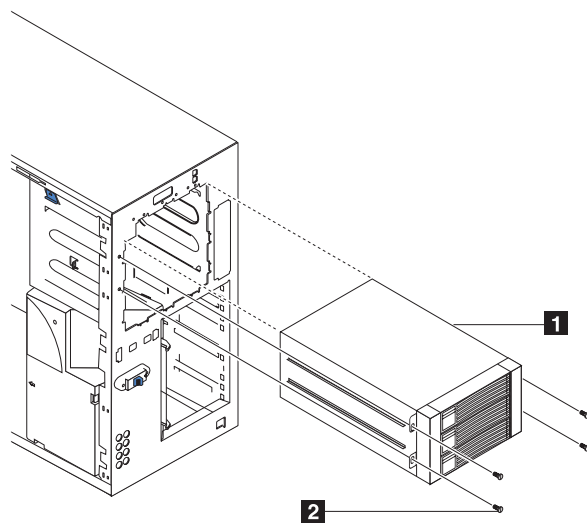
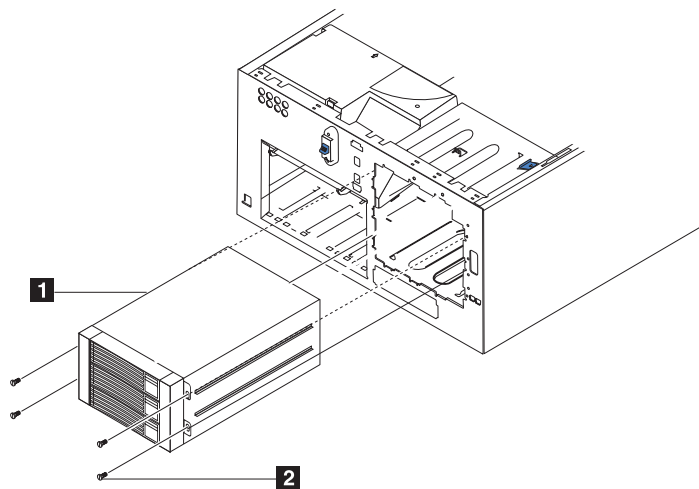

図 79. 3-Pack Expansion の取り付け (モデル 25T)
図 80. 3-Pack Expansion の取り付け (ラック・マウント変換機構付きモデル 25T)
11. 3-Pack Expansion をスライドさせて、停止するまでエンジン内に挿入し、付属の 4 個のねじでこのオプションをエンジンに固定します (図 79 または図 80を参照)。
5. 3-Pack Expansion をシャーシに固定している 4 個のねじを取り外します (ねじの位置については、164 ページの図 79 を参照)。